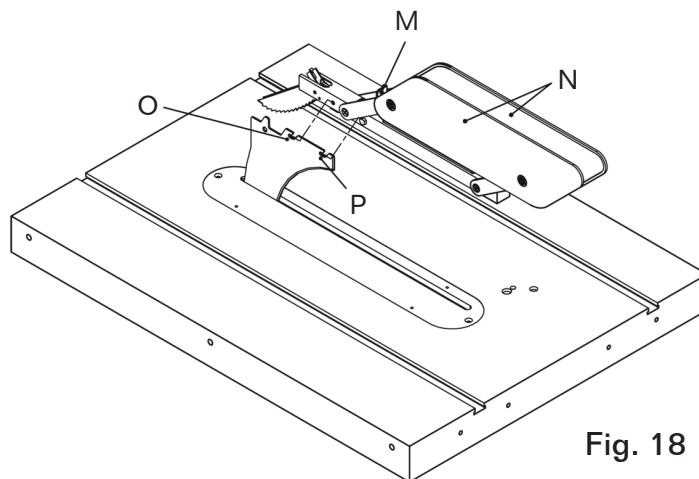
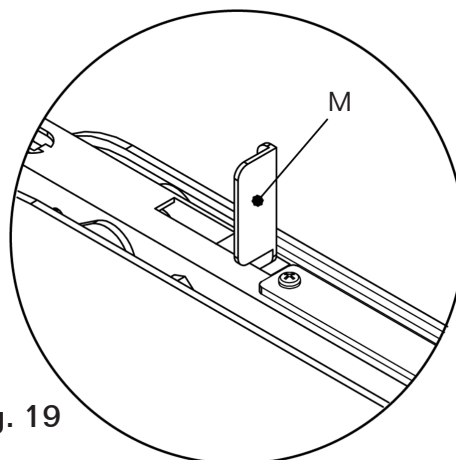

Fig. 18
Fig. 19
- Antes de la instalación de la guarda del disco, por favor confirme Fig. 18 que la manija (M) se mantenga abierta como Fig. 19.
- Tire hacia arriba los protectores como en Fig. 18.
- Inserte los protectores en la posición O y P del esparcidor como en Fig. 18.